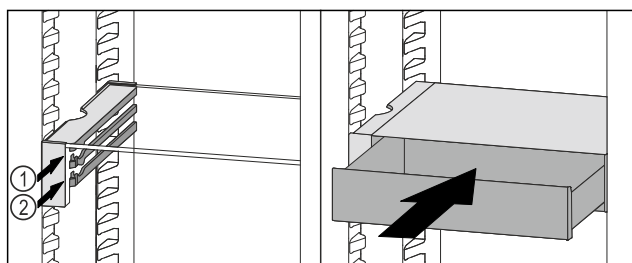

Fig. 87
- VarioSafe-Schubfach hinter den Stoppern auf gewünschter Rippe Fig. 87 (1) oder Fig. 87 (2) aufsetzen.